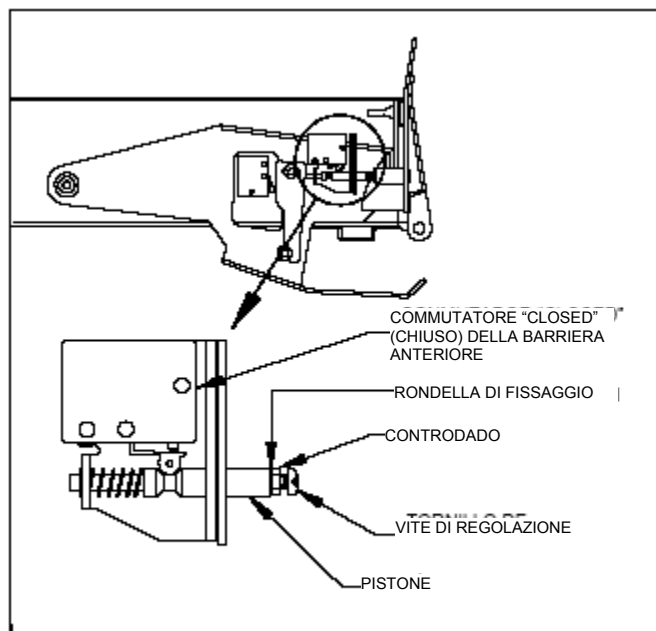

FIGURA 4-7: REGOLAZIONE DEL COMMUTATORE "CLOSED"
- 6) Consultare la **Figura 4-7**. Regolare il commutatore "Closed" (Chiuso) allentando il controdado e ruotando la vite di regolazione che sporge dall'estremità del pistone. La vista esplosa mostra la posizione del pistone quando la barriera anteriore è in posizione aperta. Il pistone dovrà spostarsi nella posizione indicata nella vista dall'alto quando la barriera anteriore è in posizione chiusa. Regolare la vite in modo tale che il rullo del commutatore si trovi sul diametro esterno del pistone mentre la barriera anteriore è in posizione chiusa. Riavvitare il controdado.